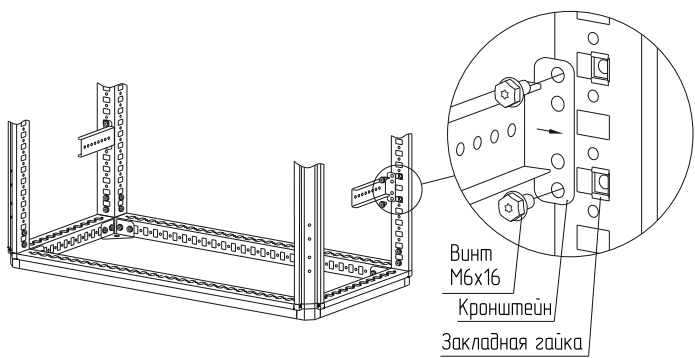

Рисунок 45
– вариант 2. Набором «закладная гайка М6 – винт М6х 16 – шайба 6.4». Для этого предварительно установите закладные гайки в квадратные отверстия вертикальных дополнительных стоек и закрепите кронштейны винтами М6х 16 и шайбой (рисунок 45). Момент затяжки – 7 Н·м.